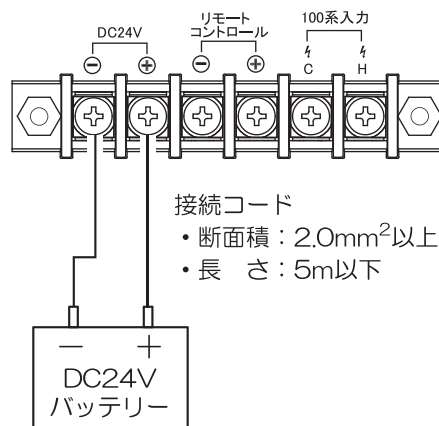

図2
- また故障の原因となりますので接続するときは、+/-をよく確かめて、ショートしないように充分ご注意ください。（図2参照）